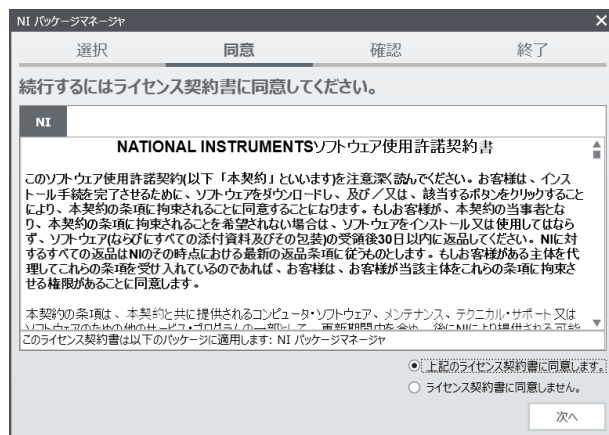

図 2-12 NIパッケージマネージャライセンス契約書
- 「Install.exe」を実行すると、まずはソフトウェアの管理に必要な「NIパッケージマネージャ」がインストールされます。ライセンス契約書を読んで、同意する場合は「上記のライセンス契約書に同意します。」を選んで次へ進んでください（図 2-12）。どんどん次へ進むと、インストールが始まります（図 2-13）。